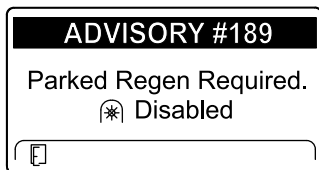

Рисунок 49
- Если вы не выполните стационарную регенерацию в течение 2 часов, дисплей инфо-центра отобразит сообщение «Требуется стационарная регенерация — вал отбора мощности выключен» — ИНФОРМАЦИОННОЕ СООБЩЕНИЕ № 189 (Рисунок 49).